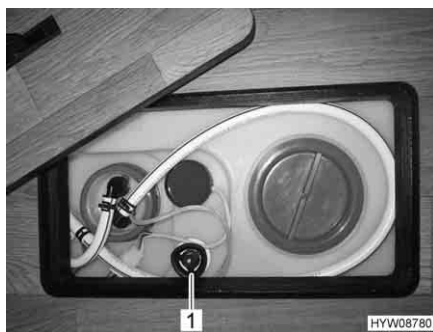

Fig. 151 Serbatoio dell'acqua con maniglia girevole
- Sul serbatoio dell'acqua, ruotare la maniglia girevole (Fig. 151,1) in senso orario fino all'arresto.
- Sul serbatoio dell'acqua, ruotare la maniglia girevole (Fig. 151,1) in senso antiorario fino all'arresto. L'acqua fuoriesce fino a ca. 20 litri.
- Sul serbatoio dell'acqua ruotare la maniglia girevole (Fig. 151,1) in senso antiorario, oltre la resistenza verso l'esterno fino all'arresto, per aprire completamente l'apertura di scarico.